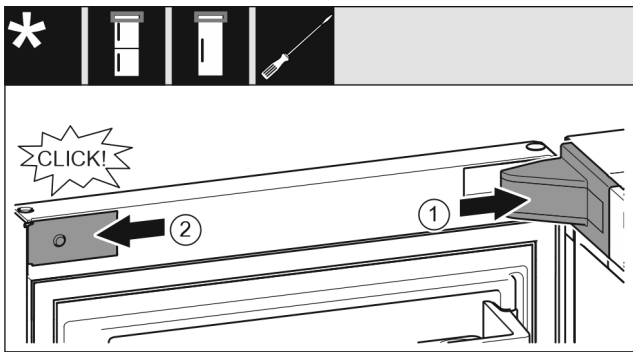

Fig. 20
- Nasadte a zaklapněte kryt stojanu ložiska, příp. opatrně odtlačte od sebe. Fig. 20 (1)
- Z boku nasadte záslepku a zaklapněte. Fig. 20 (2)